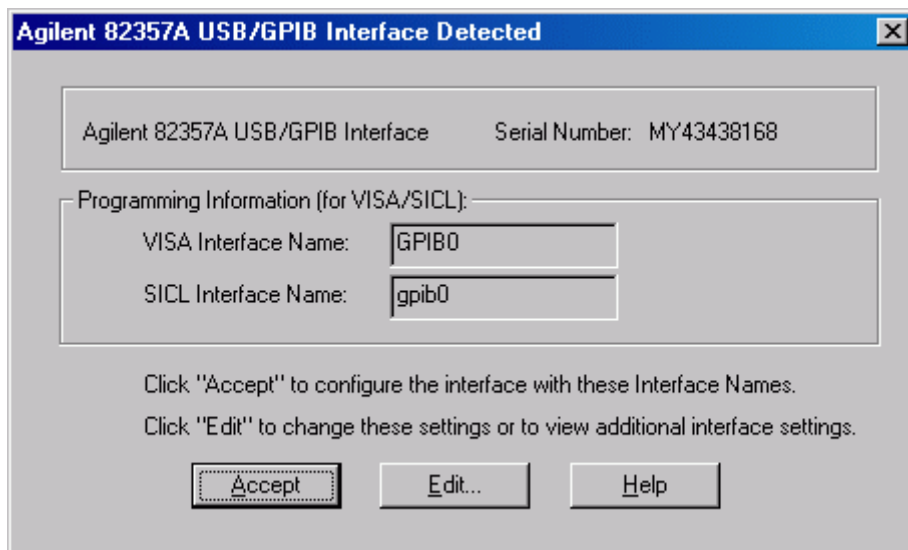

Figure 25 Interface USB-GPIB détectée
- 10 Le système détecte automatiquement l'interface USB-GPIB installée. Sélectionnez **Accept (Accepter)** pour démarrer l'utilitaire de configuration d'entrées/sorties (voir Figure 25).